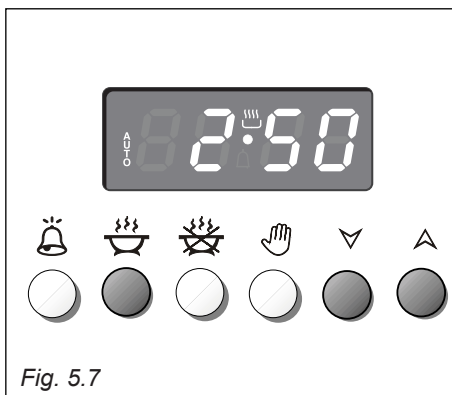

Fig. 5.7
1. Still inn tilberedningslengden ved å trykke på  og  eller  (Fig. 5.7).